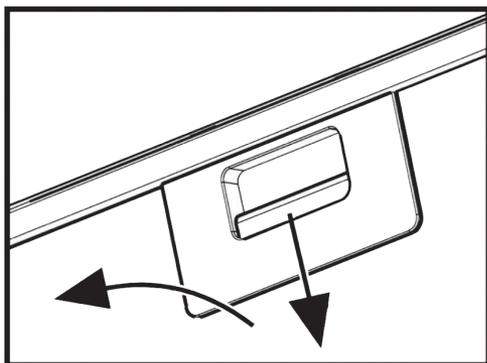

Рис. 6
7.10 Для снятия алюминиевого фильтра (**рис.6**) необходимо нажать на пружинную задвижку и, потянув на себя и вниз, снять фильтр с панели. Установку фильтра выполнить в обратном порядке.